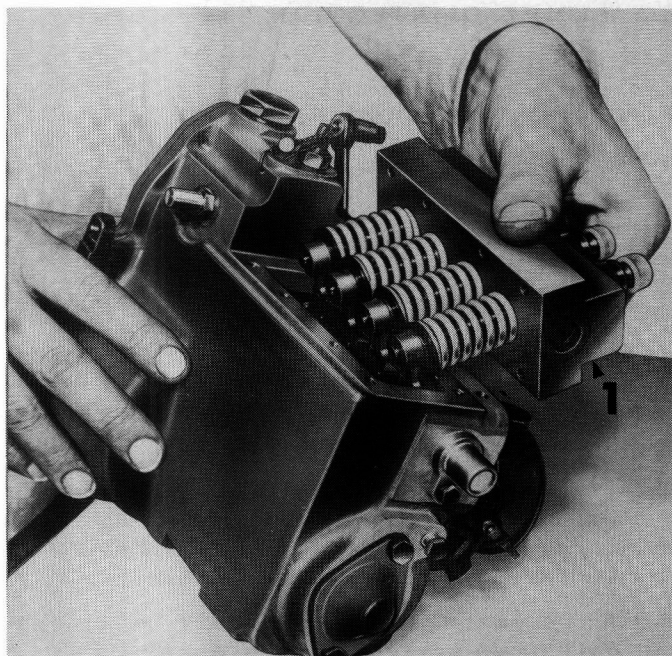

FIGURE 82 : Dépose du couvercle d'alimentation — 1 = Couvercle d'alimentation.
4. Extraire les huit vis à tête Allen fixant le couvercle d'alimentation sur le carter de la pompe, en dévissant uniformément pour permettre la détente des ressorts. Placer l'ensemble sur l'établi, le couvercle d'inspection orienté vers le bas et faire pivoter le couvercle d'alimentation vers le bas en l'écartant du carter de la pompe pour séparer des fourchettes les bras des pistons. Séparer du carter principal le couvercle d'alimentation, en prenant soin que les poussoirs ne s'échappent pas du carter principal, ni les pistons des cylindres (Figure 82).
de commande, puis redresser l'ensemble dans sa position normale (Figure 82).